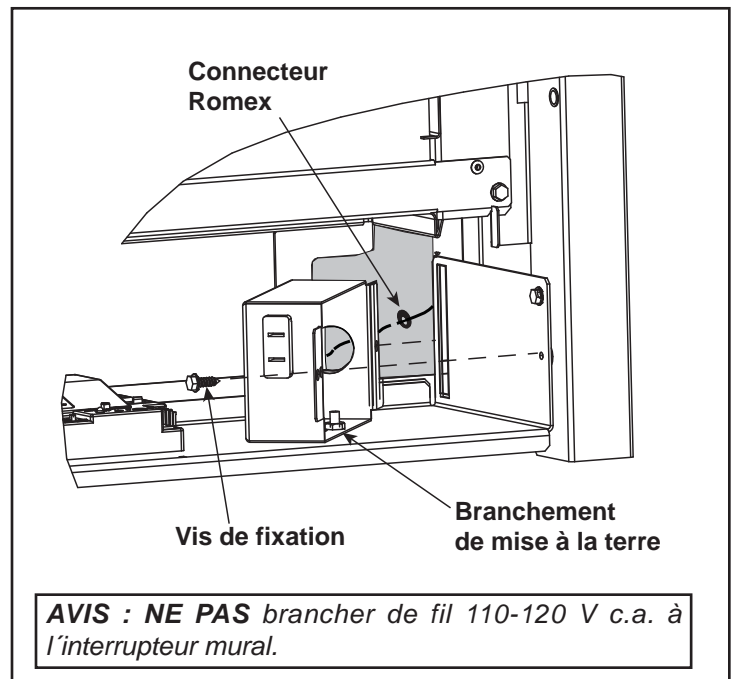

Figure 8.1 Détails de la boîte de jonction
- Enlevez la vis retenant la boîte de jonction/le réceptacle. Faites pivoter la boîte de jonction pour la dégager. Voir la figure 8.1.
- Introduisez les fils électriques depuis l'extérieur de l'appareil par cette ouverture, jusqu'au compartiment de vanne, et fixez avec un connecteur Romex. Voir la figure 8.1.